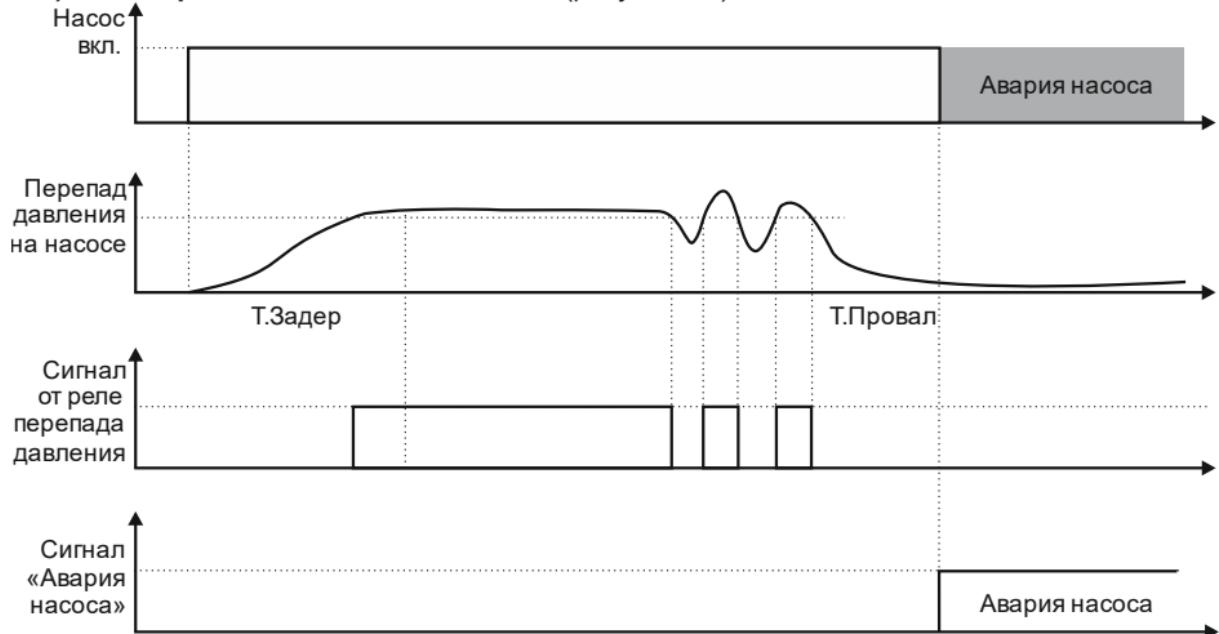

Рисунок 3.2 - Обработка сигнала от датчика перепада давления ($\Delta P_1/\Delta P_2/\Delta P_3$)
1) Нет перепада давления на насосе (рисунок 3.2)